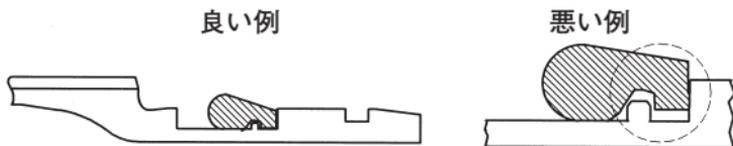

図35 ゴム輪セット例
ゴム輪セットの良い例、悪い例を図35に示す。
- (3) ゴム輪のヒール部が、受口溝部へ入りにくい場合は、プラスチックハンマなどでゴム輪のテーパ部を軽く叩くと図35の良い例のようにセットできる。